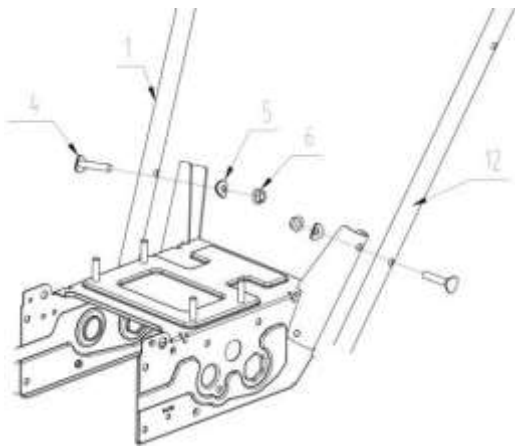

Bild 3
3.2 Montering av handtaget (nr 1) nr 12): använd M8x35 konkava bultar (nr 4) och 8 st. av nr 22 enligt bild 2. Montera vänster och höger handtag i monteringshålén på båda sidor av huset med hjälp av två konkava brickor (nr 5) och M8 fästmuttrar (nr 6) (se bild 3).